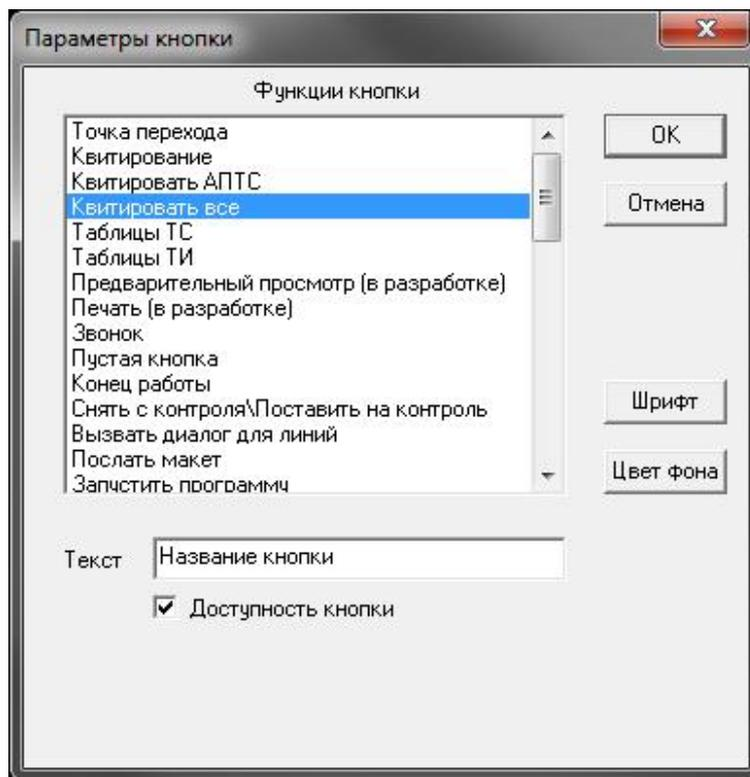

Рисунок 245 – Окно «Параметры кнопки»
**«Кнопка» (далее функциональная кнопка)** позволяет задать основные параметры и функции кнопки. При создании функциональной кнопки, автоматически появляется окно «**Параметры кнопки**» (рисунок 245).